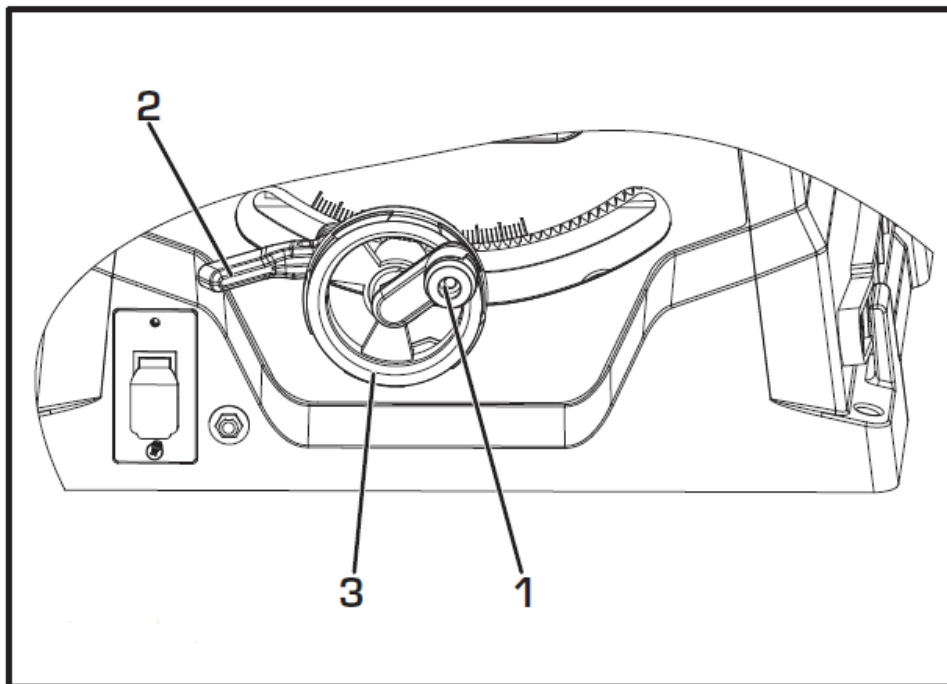

Рис. 25 Основные операции круглопильного станка
7.14.1. Основные операции круглопильного станка. Подъем пильного диска (Рис. 25)
#### 7.14.2. Наклон пильного диска (Рис. 25)